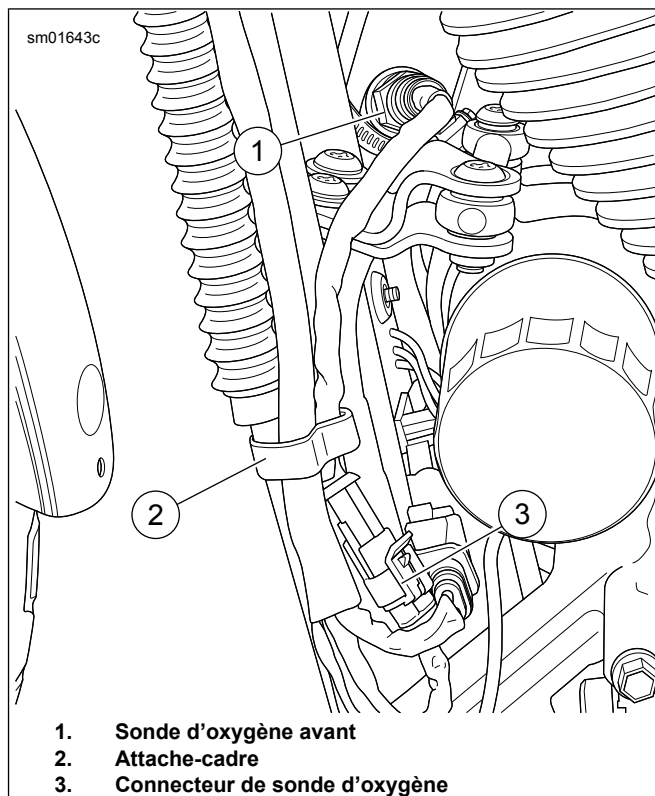

Figure 47. Sonde d'oxygène avant
Consultez Figure 47 . Débranchez le connecteur de la sonde d'oxygène chauffante avant (3) du faisceau principal.